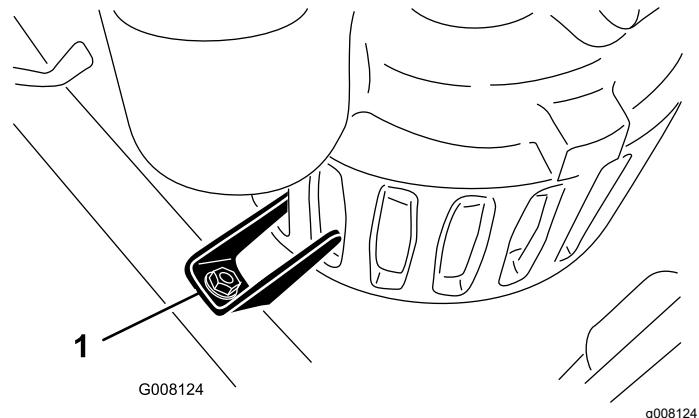

Bild 16
13. Setzen Sie die Pumpe in den Rahmen und schieben Sie sie nach vorne, bis die Arretierlasche in die Schlitze an der Pumpe passt (Bild 16).